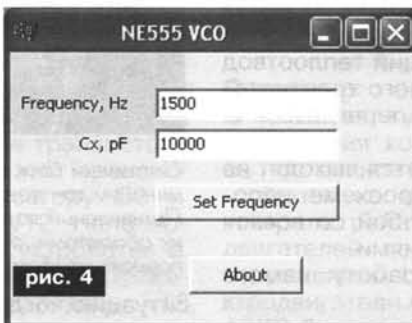

рис. 4
Окно работающего приложения показано на рис. 4. Как видно из рис. 4, для установки требуемой частоты нужно задать емкость конденсатора C_x в пикофарадах и значение частоты в герцах.
- перейти в этот каталог и запустить на выполнение командный файл run_NE555VCO.bat, после чего на экране появится окно приложения NE555VCO (рис. 4).